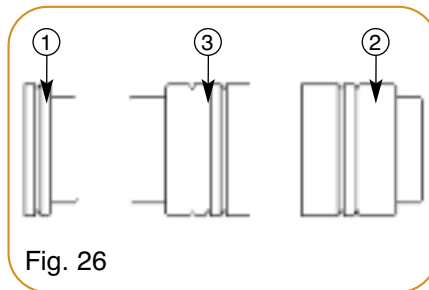

Fig. 26
Il se compose de 6 entretoises (3 paires). Elles sont facilement identifiables par leur nombre de rainures : ①, ② et ③ (fig. 26).
The set is made up of 6 spacers (3 pairs). They can easily be identified by their number of grooves : ①, ② and ③ (fig. 26).
Es besteht aus 6 Ausgleichscheibe (3 Paare). Sie sind durch ihre Anzahl von Rillen leicht identifizierbar : ①, ② und ③ (Abb. 26).
Se compone de 6 tirantes (3 pares). Son fácilmente identificables por su número de ranuras: ①, ② y ③ (fig. 26).
1. Une sélection principale obtenue par un sélecteur cranté ① agissant sur le dessus des graines et réglable en hauteur par le levier ② se déplaçant sur un secteur + → 0 ← -. Le levier basculé vers l'avant (-) baisse le sélecteur (réduction du nombre de doubles) et basculé vers l'arrière (+) remonte le sélecteur (réduction du nombre de manques). Le réglage 0 est recommandé comme base de départ car il assure dans la plupart des cas le meilleur compromis entre manques et doubles.
2. Une sélection secondaire obtenue par 2 doigts fixes ③ agissant sur le dessous des graines. Pour les graines de plus gros calibre (betteraves, épinards, comichons...) ces doigts doivent être escamotés, pour cela chacun d'eux comporte 2 trous avec goupille cavalier (fig. 26) : il peut être soulevé et maintenu hors service.
1. The main selection is obtained by a notched scraper ① acting on the upper line of the seeds, with the height adjustable by lever ② moving along a sector + → 0 ← -. When adjusted forwards (-), the lever lowers the scraper (thus reducing the number of doubles) and when adjusted backwards (+), the lever raises the scraper (reducing the number of skips). The 0 adjustment is recommended as a starting point because in most cases it provides the best balance between skipping and doubling.
2. A secondary selection is achieved by 2 fixed fingers ③ acting on the lower line of the seeds. For larger size seeds (sugarbeet, spinach, gherkins...) these fingers should be raised for this purpose each finger has 2 holes with a hairpin (fig. 26) so that they can be raised and not used.
1. Die Hauptvereinzeln wird von einem gezähnten Abstreifer ① durchgeführt. Er ist durch Hebel ② in der Höhe verstellbar. Bei der Einstellung (-) senkt sich der Abstreifer (die Anzahl der Doppelbelegungen wird reduziert), bei Einstellung (+) hebt sich der Abstreifer und die Fehlstellen werden reduziert. Die 0-Einstellung wird als Ausgangsposition empfohlen, weil in den meisten Fällen in dieser Stellung, das beste Ergebnis erzielt wird.
2. Die sekundäre Vereinzeln wird von zwei feststehenden Fingern ③ durchgeführt für größeren Samen (Rüben, Spinat und Gurken...) werden diese Finger nicht benötigt. Für diesen Zweck : hat jeder Finger zwei Löcher mit einer Splint (Fig. 26). Dadurch können sie außer Betrieb gesetzt werden.